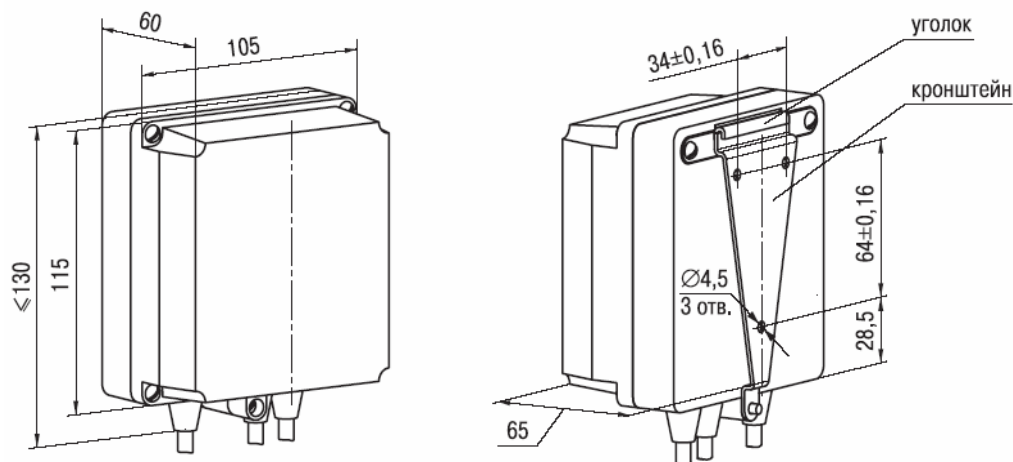

Рис.3
4.1.2 Измеритель-регулятор температуры ТРМ1А-Н.ТС.Р конструктивно выполнен в пластмассовом корпусе, предназначенном для настенного крепления. Эскиз корпуса с габаритными и установочными размерами приведен на рис.3.